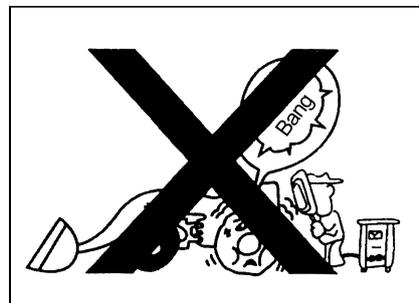

Рис. 2–24
- При сварке около шины, ввиду возможности взрыва шины, следует обратить особое внимание на это. (Рис. 2–24)